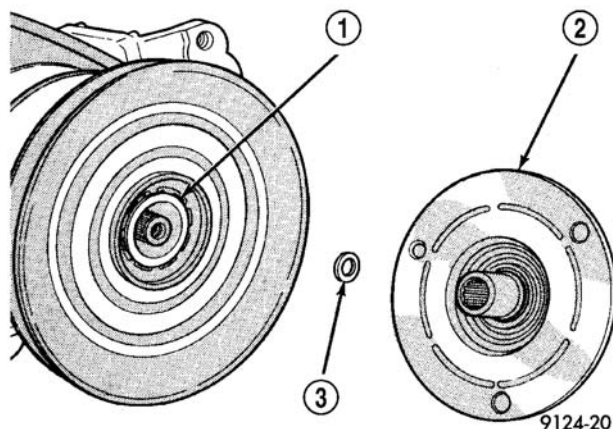

图 13 离合器盘和垫片
- （9）用塑料锤轻轻地敲击离合器盘，并从压缩机轴上卸下离合器盘和垫片（图13）。一定不要丢失垫片。